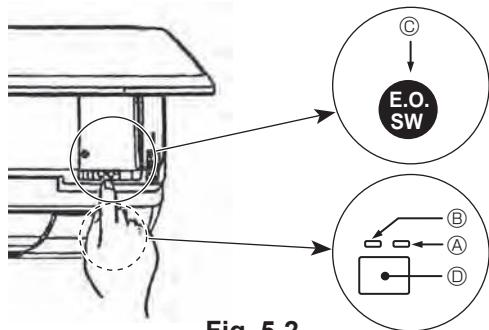

Fig. 5-2
- Для останова работы нажмите кнопку ⑤ ① или кнопку ⑤ ② более 2 секунд.
[Fig. 5-2] ① Лампа DEFROST/STAND BY (ОТТАИВАНИЕ/ОЖИДАНИЕ) (ОРАНЖЕВЫЙ)
② Лампа работы (ЗЕЛЕНЫЙ)
③ Переключатель аварийной работы (обогрев/охлаждение)